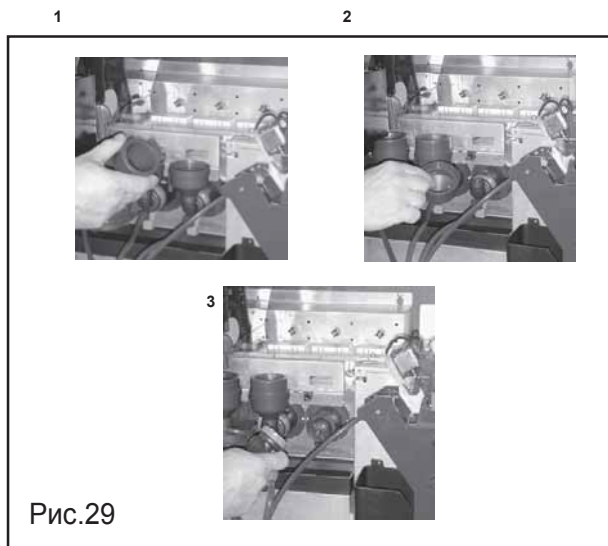

Рис.29
- вытащите все каналы подачи растворимых продуктов, воронки для воды, смесительные емкости, смесительные крыльчатки и силиконовые трубки и опустить их в подготовленный раствор (Рис. 29);